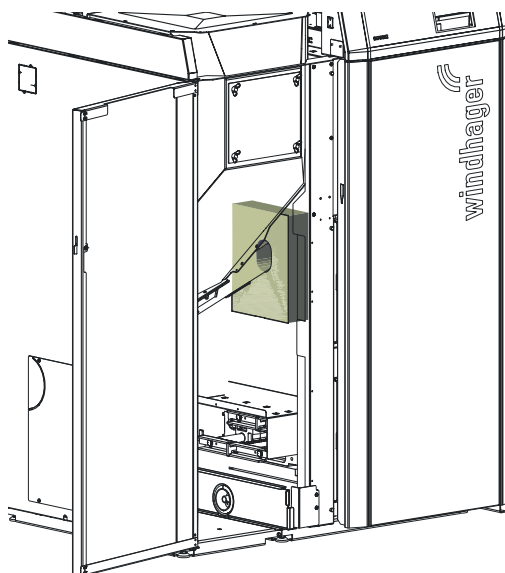

Fig. 99 Montare l'isolante su tubo della coclea/valvola rotativa
- ▶ Montare l'isolante (in dotazione) su tubo della coclea/valvola rotativa – Fig. 99.